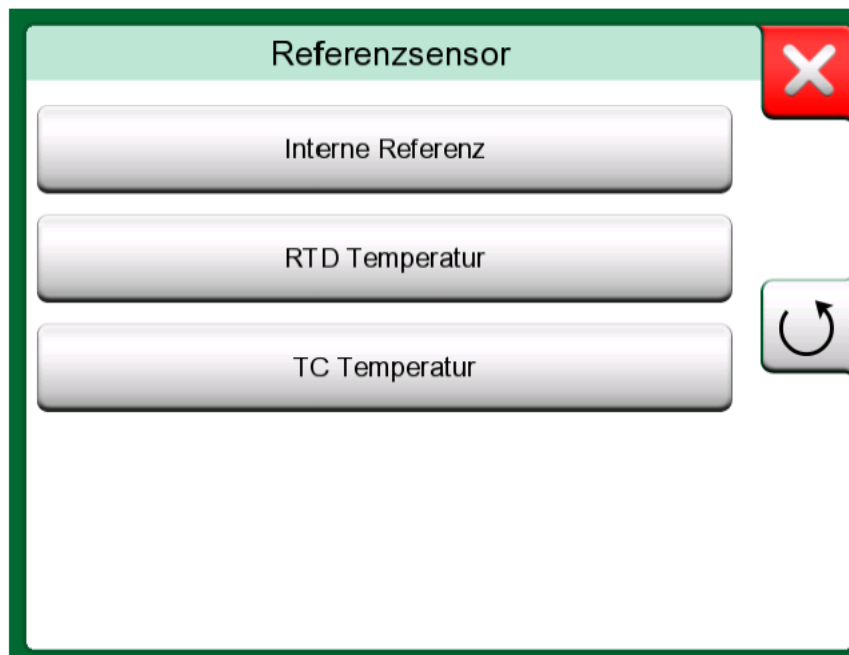

Abbildung 65: Dokumentierender Kalibrator, Referenzsensor Auswahldialog
- **Generiert/Gesteuert** (bei aktiviertem Temperaturblock verfügbar) – der Kalibrator erzeugt die Temperatur über den internen Temperaturblock oder steuert die Temperaturerzeugung über ein externes Gerät. Dieses Verfahren kann mit einem internen oder externen Referenzsensor angewendet werden (siehe Abbildung Abbildung 65: Dokumentierender Kalibrator, Referenzsensor Auswahldialog auf Seite 87);